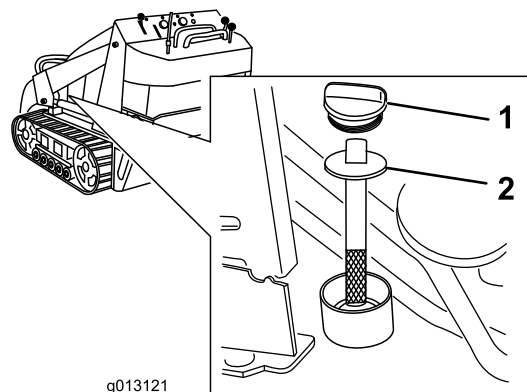

Figure 68
5. Enlevez le bouchon et la jauge du réservoir hydraulique (Figure 68).